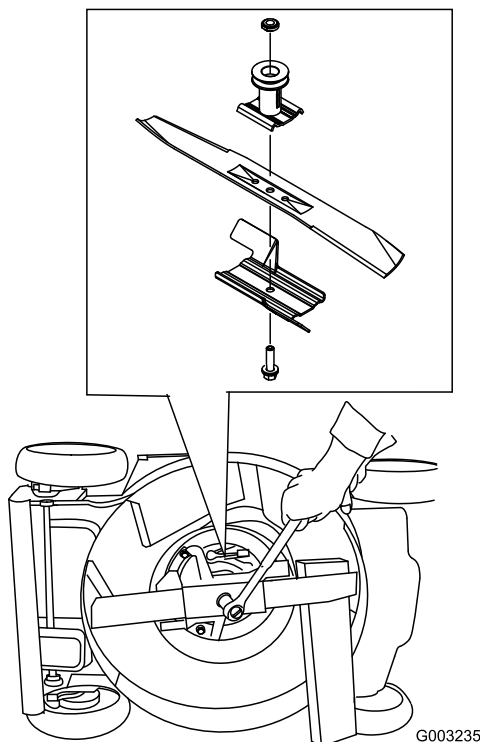

Figura 43
3. Usate un blocco di legno per tenere ferma la lama (Figura 43).